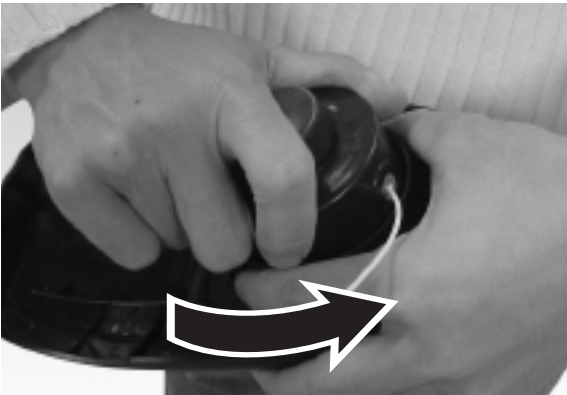

Fig. 11
2. Demontez l'ensemble bobine du coupe-herbe. Pour ce faire, tenez la partie extérieure cannelée de l'ensemble d'une main, puis poussez vers le bas et faites tourner la tête de bobine de l'autre main pour la déverrouiller. (Fig. 11 & Fig. 12) Le support de bobine et la bobine devraient maintenant se démonter facilement.